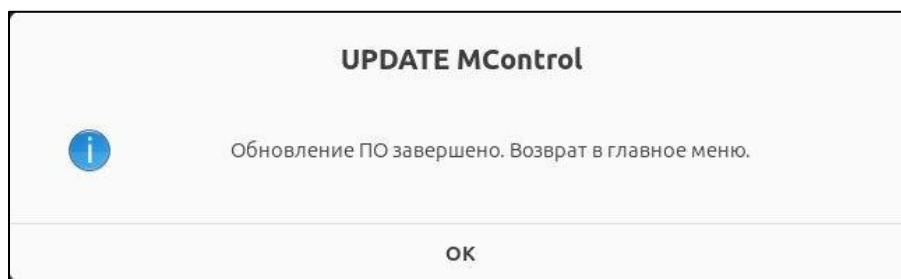

Рисунок 91 – Уведомление о завершении обновления ПО
- 5) По завершении обновления отобразится уведомление о завершении (см. Рисунок 91). Нажмите «ОК».